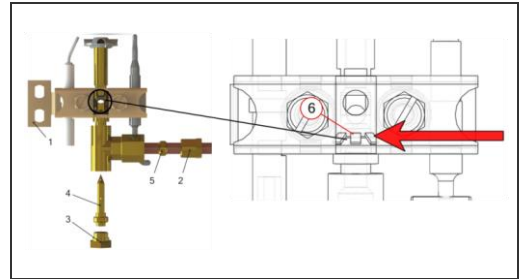

Fig. 13
- Dévisser le support veilleuse (Fig13 Rep1)
- Dévisser le raccord gaz veilleuse (Fig13 Rep2)
- Dévisser l'écrou (Fig13 Rep3) pour changer l'injecteur (Fig13 Rep4)